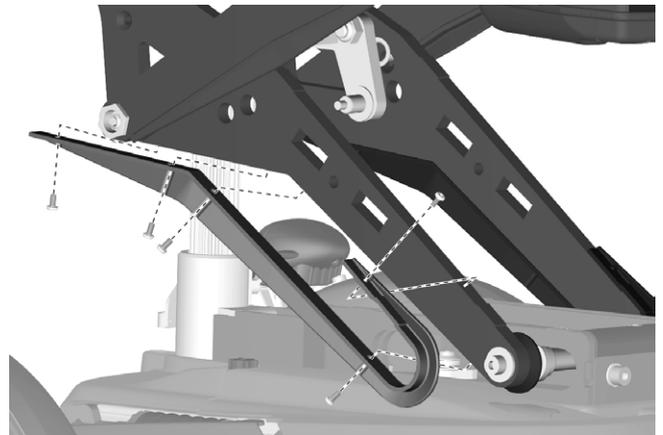

Abbildung 88. Der Klemmschutz wird mit fünf Schrauben montiert.
2. Klemmschutz mit den drei Schrauben am Unterlenker montieren. Siehe Abbildung. 88.